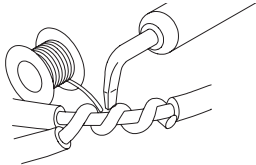

Abb. 6
- ◆ Die Anschlußkabel mit den Motorleitungen der Original-ZV durch Löten (Siehe Abb. 6) oder entsprechende Krimpverbindungen verbinden.